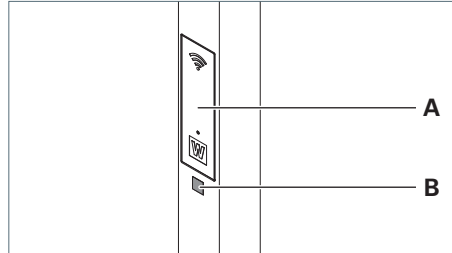

Fig. 36: QR-Code scannen.
- Scannen Sie den QR-Code **B** der Leuchte, der sich am Standrohr unterhalb der Serviceklappe **A** befindet, siehe Fig. 36.